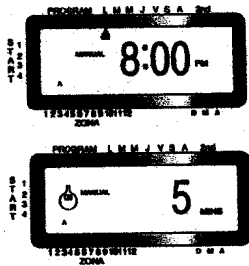

Ilustración 14: Riego manual de la estación 3 por cinco minutos
- ◆ Para pasar por alto una estación, oprima **SIGUIENTE** hasta que el cursor esté intermitente sobre el número de estación que desee programar. Por ejemplo, para fijar la estación 3 por cinco minutos, oprima la tecla **MANUAL**, luego oprima cinco veces la tecla **SIGUIENTE** para seleccionar el modo de operación manual y avanzar hasta el riego para la estación 3; usando la tecla + o la -, fije en cinco minutos la duración del riego manual, luego oprima **ENTRADA** [Vea la ilustración 14].